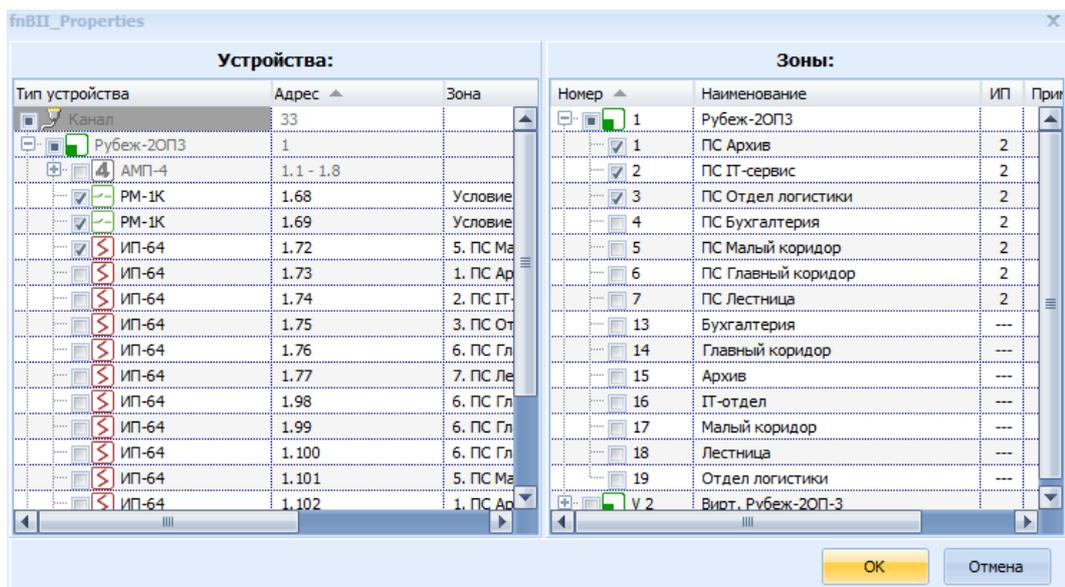

Рисунок 4.48
- 1) Выделить Рубеж-Мастер в дереве устройств и выбрать пункт **Свойства** контекстного меню (Рисунок 4.48).